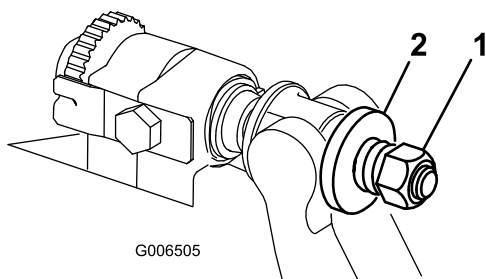

Bild 30
4. Ziehen Sie die Federspannungsmutter an, bis die Feder zusammengedrückt ist, drehen Sie sie dann eine halbe Umdrehung heraus (Bild 30).